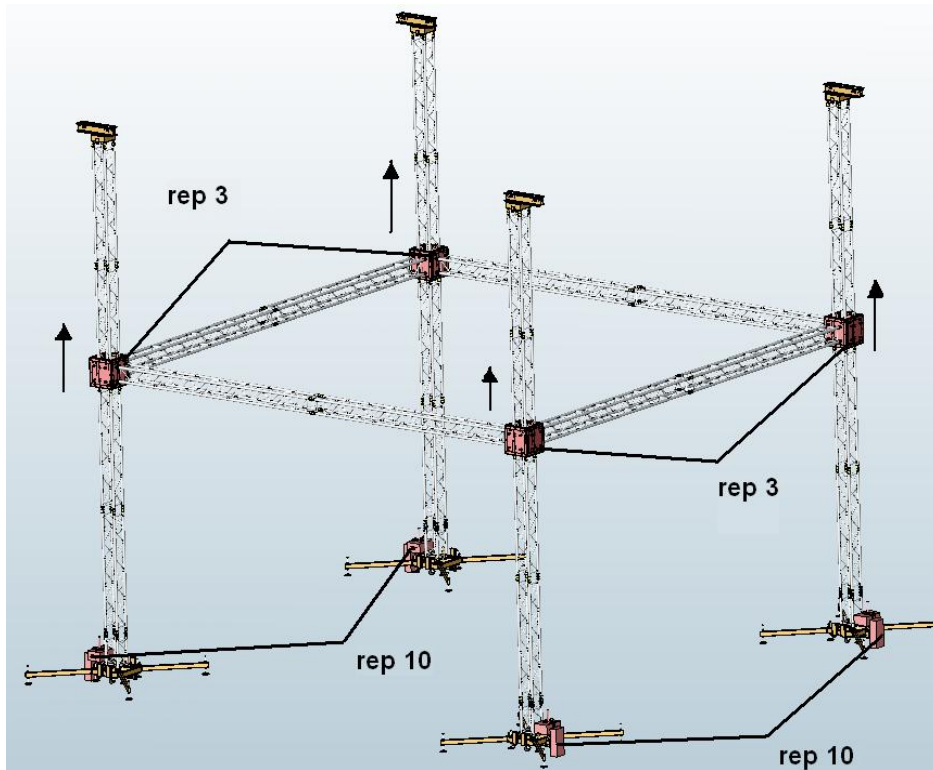

fig.9
- a) Option du palan : Monter les 4 chariots élévateurs (rep 3) en synchronisation parfaite (fig.9)